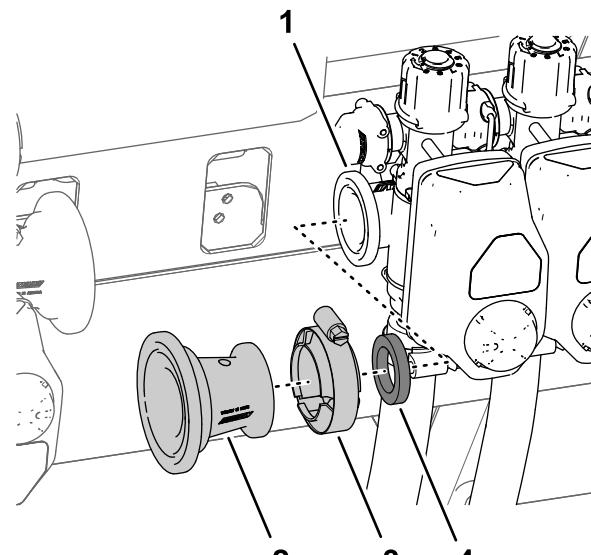

図 35
- C. 縮径アダプタとガスケット $2\frac{1}{4}$ "を左ブームバルブのフランジに固定しているフランジクランプ76 mmを外して、アダプタとクランプとガスケットを機体から外す図 35。